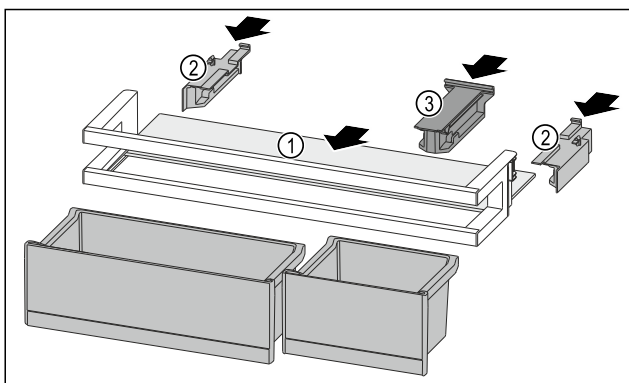

Fig. 205
- ▶ Odkládací plochu Fig. 205 (1) zasuňte do bočních vybrání.
- ▶ Boční díly Fig. 205 (2) vložte.
- ▶ Držák Fig. 205 (3) vložte.